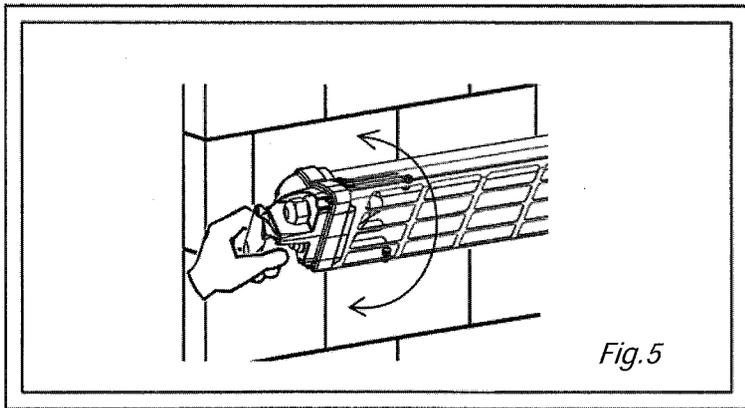

Fig.5
- Sich darüber vergewissern, dass die Strahlen in die Richtung gehen, die man heizen möchte. Falls erforderlich, den Neigungswinkel ändern durch Lockern der Schrauben der Omegahaken und Einwirken auf den seitlichen Griff, wie in Abb. 5. Alle Anwender müssen über den Betrieb und die Sicherheit des Geräts informiert sein. Die vorliegenden Anleitungen sind als Begut aufzubewahren.